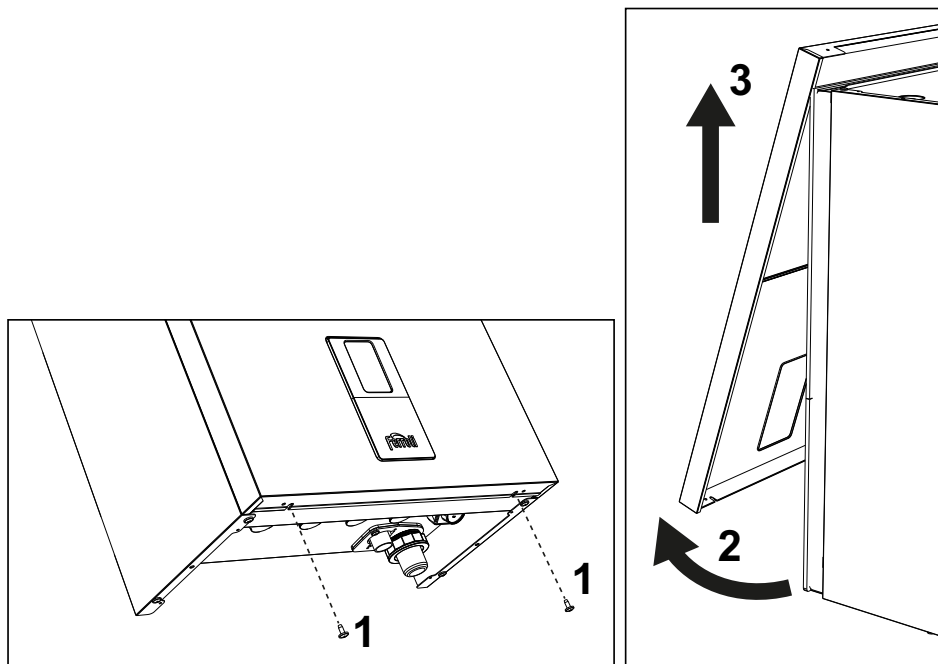

fig. 54- Openen van het voorpaneel
1. Draai de schroeven "1" los (zie fig. 54).